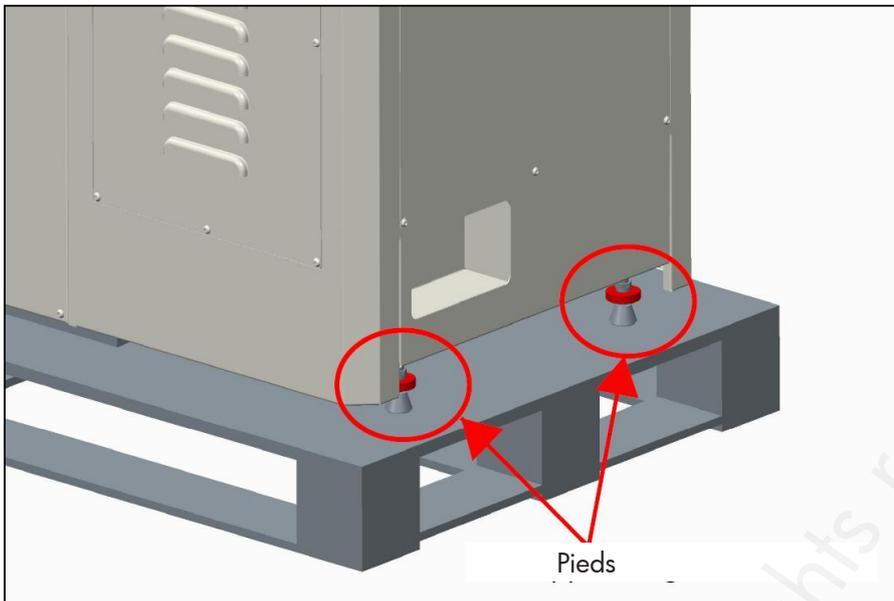

Figure 8
Étape 2: Comme indiqué sur la figure 8, vous pouvez voir deux pieds dans le bas. Tournez les petites poignées rouges pour les relever d'environ 25 mm (1 pouce).
6. Lorsque la machine est en place, tournez les petites poignées rouges (voir figure 8) pour permettre aux pieds de toucher le sol.